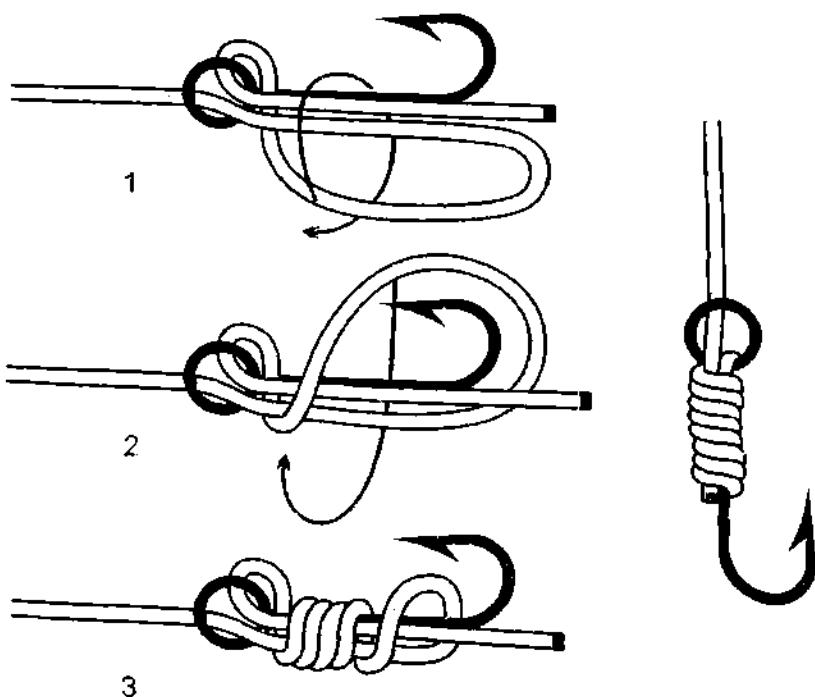

Рис. 744. 2-й способ вязки питонова узла. Питонов узел с 6 шлагами на крючке с ушком.
**3-й способ вязки питонова узла.** Этим способом питонов узел вяжется на крючке с ушком. На основной леске вяжется **двойной простой узел**, который затем опускается на цевьё крючка (рис. 744).